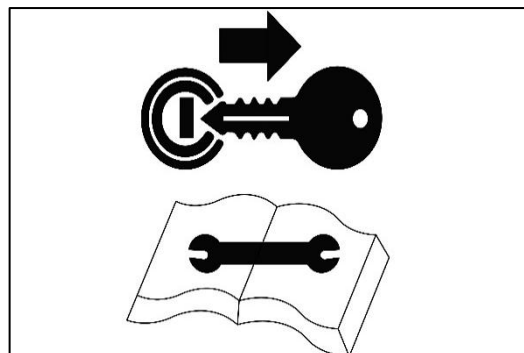

Fig. 43 - N'OUVREZ PAS OU NE RETIREZ PAS LES CACHES DE PROTECTION TANT QUE LE MOTEUR TOURNE
- Coupez le moteur et emportez la clé avec vous (fig. 43).